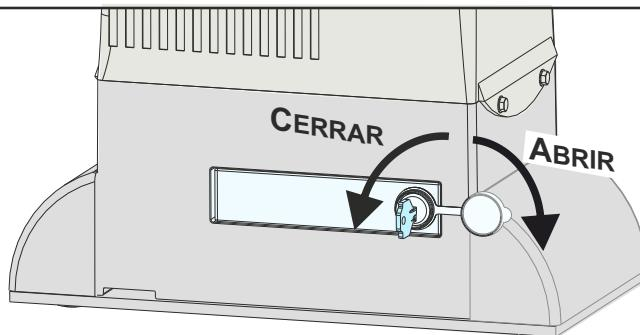

Fig. 32
- Abrir el cubre cerradura, insertar la llave y rotarla en sentido horario de 90° (Fig. 32)